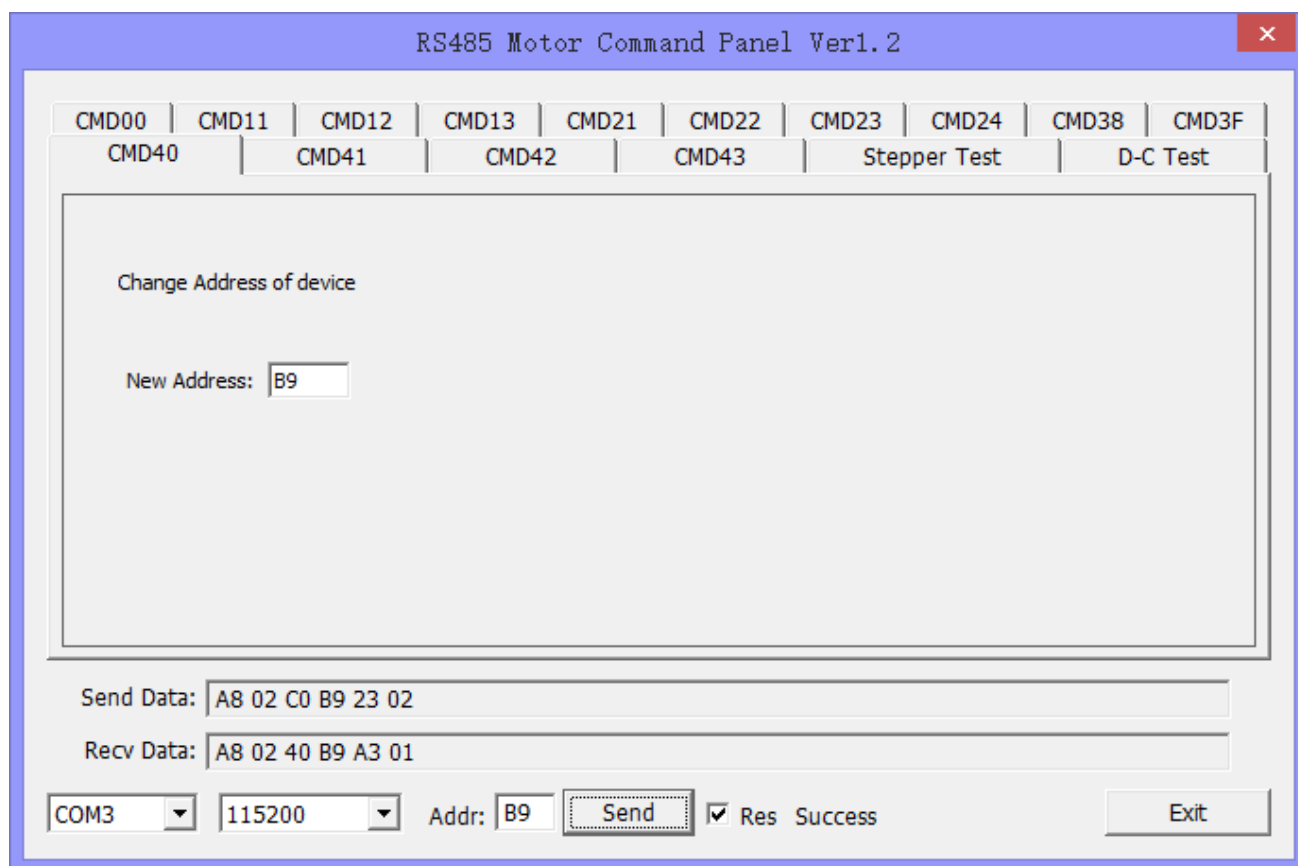

图 3-5
5. 如果需要改变控制器默认的地址，请按如下图 3-5 所示更改地址，更改后立即生效。